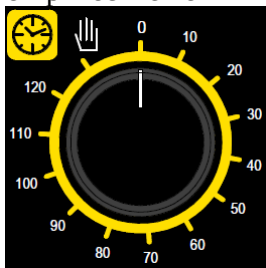

Рис. 3
**Программирование времени приготовления** – Запуск в работу печи осуществляется поворачивая рукоятку программирующего устройства (Рис. 3) в соответствии с символом 🕒 (постоянная работа) или в соответствии с временем, выбранным для приготовления (вплоть до 120 минут); во втором случае конец приготовления отмечается автоматическим выключением печи.